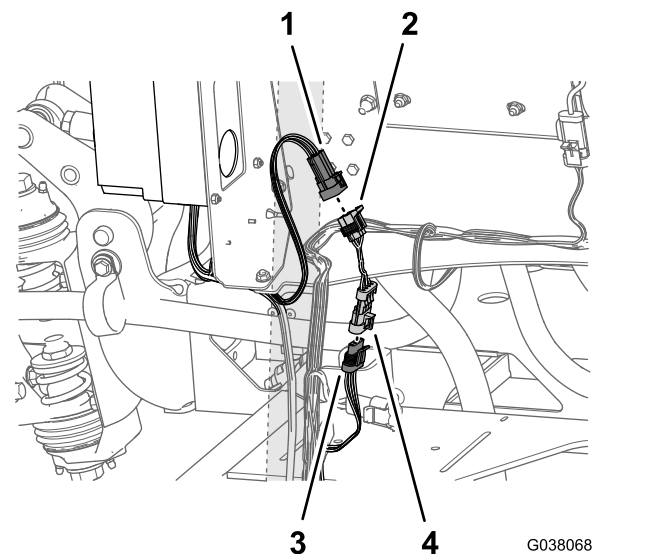

图119
2. 将跳线线束的 4 针接头接入标有软管卷的后线束的 4 插槽接头 图119。
3. 在喷枪或电动软管卷的控制箱背面找到标有喷洒率开关互连可选喷枪的 6 针接头 图119。
4. 将 6 针接头喷洒率开关互连接入跳线线束的 6 插槽接头 图119。